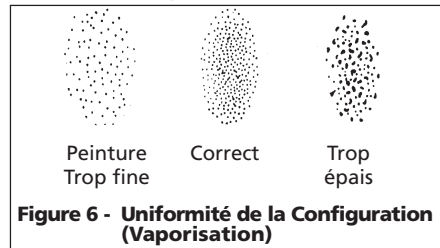

Figure 6 - Uniformité de la Configuration (Vaporisation)
4. Tirer brusquement sur la gâchette en tournant le bouton de réglage de fluide au sens contraire des aiguilles d'une montre. Observer la configuration du débit sur la cible et ajuster le bouton de réglage de fluide jusqu'à ce que vous obtenez la configuration (vaporisation) désirée (Voir Figure 6).